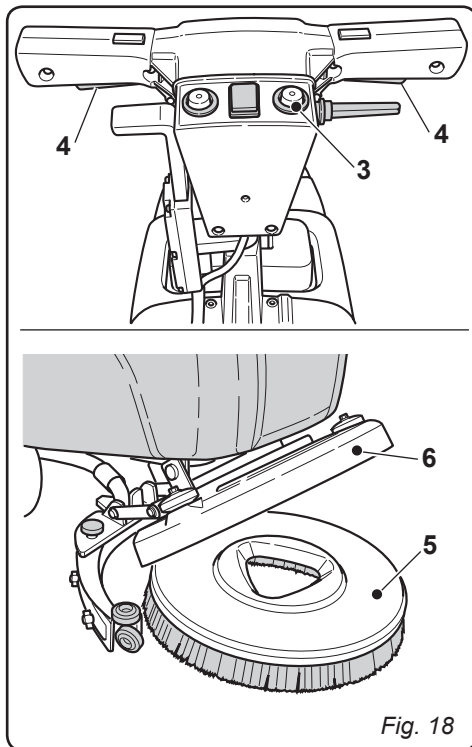

Fig. 18
11.1.e - Sostituzione spazzola (Fig. 18)